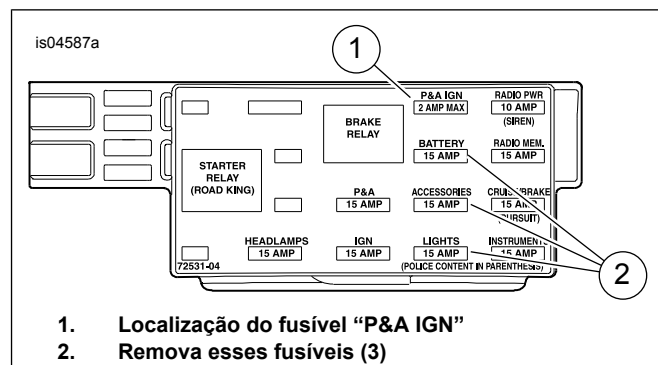

Figura 13. Cavidade de fusível "P&A IGN" (modelos Touring anos 2004 a 2007)
- Modelos ano 2004 a 2007:** veja Figura 13. Localize a cavidade de fusível marcada com "P&A IGN", "2A MAX" (1). Remova os três fusíveis (2) atualmente instalados nesta fileira, anotando a sua localização.
- Pegue o fio adaptador laranja/branco do bloco de fusíveis (17) do kit. Observe o terminal em cada extremidade (veja Figura 13, **vista superior**). Somente o terminal **COM linguetas de mola** caberá na cavidade de fusível. Corte cuidadosamente o terminal **SEM** linguetas de mola do fio e descarte-o.